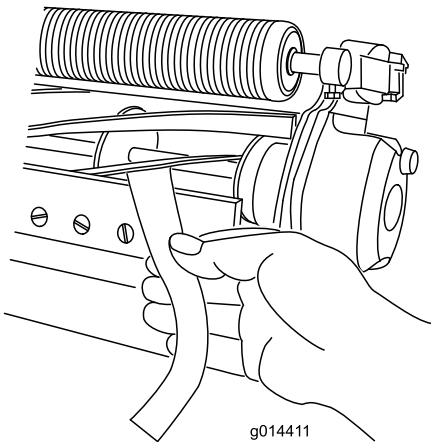

图10
B. 在滚刀与底刀之间插入一长条剪切性能纸（Toro 零件号 125-5610），纸要与底刀垂直（图10），然后缓慢向前旋转滚刀；此操作应能切断性能纸；如果不能，请重复步骤 A 和 B，直至切断为止。
- 11. 在滚刀与底刀之间插入一长条剪切性能纸（Toro 零件号 125-5610），纸要与底刀垂直（图10），然后缓慢向前旋转滚刀；此操作应能切断性能纸；如果不能，将每个底刀架调节螺丝都顺时针旋转 1 格，直至切断为止。